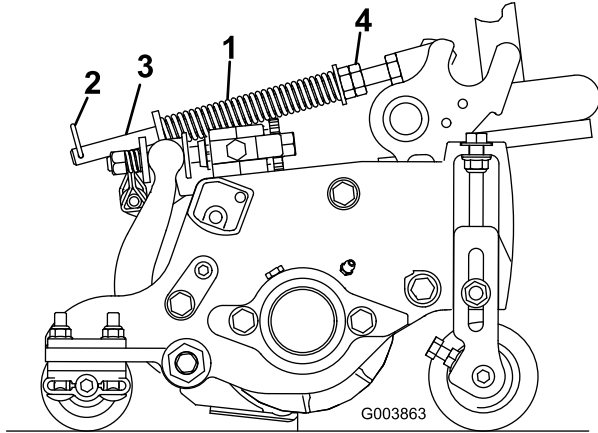

Figura 16
La molla di compensazione del manto erboso (Figura 16) trasferisce inoltre il peso dal rullo anteriore a quello posteriore. per contribuire a ridurre l'ondulazione del manto erboso, detta anche fluttuazione o bobbing.
1. Verificate che la coppiglia sia montata nel foro posteriore dell'asta della molla (Figura 16).
2. Serrate i dadi esagonali sulla parte anteriore dell'asta della molla fino a ridurre la lunghezza compressa della molla a 12,7 cm sugli apparati di taglio da 12,7 cm oppure a 15,9 cm sugli apparati da 17,8 cm (Figura 16).